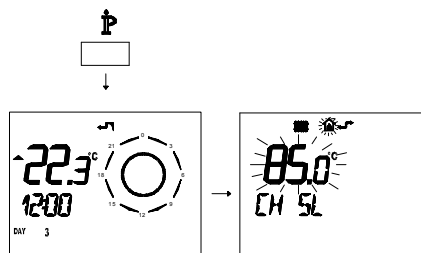

Figura 5.32
- Premere per più di 3 secondi il pulsante **P** per entrare in modalità **INFO** (Figura 5.32).